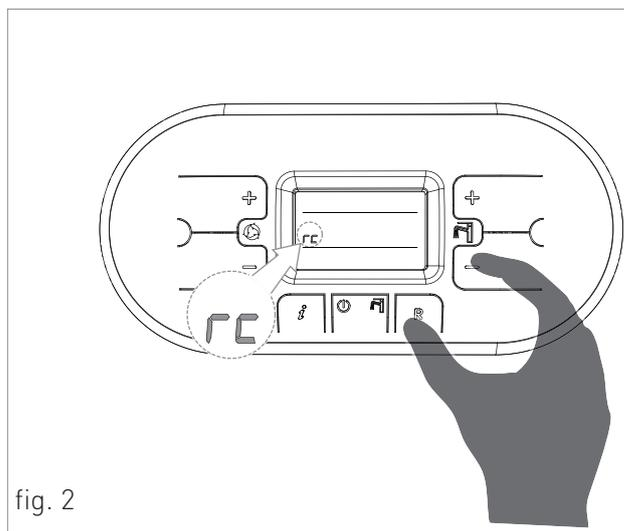

fig. 2
- > Attivare la funzione ricircolo premendo contemporaneamente i tasti **R** e **-** del pannello comandi (fig.2). L'attivazione della funzione ricircolo è visualizzata nel display del pannello comandi con la comparsa del simbolo 'rc'.
- › Scollegare i due fastom dalla sonda ricircolo (vedi B-fig.2) e collegarli alla sonda opzionale per l'accumulo (cod.: 40-00324, vedi fig.2). Inserire la sonda per l'accumulo nel portasonda del serbatoio.
- > rimuovere il mantello frontale dello scaldabagno (vedi capitolo ACCESSO ALLO SCALDABAGNO); svitare le due viti e rimuovere il piastrino "A" (vedi fig. 2).
- > Una volta rimosso il piastrino effettuare i seguenti collegamenti sulla morsettiere "B" (vedi fig. 2).